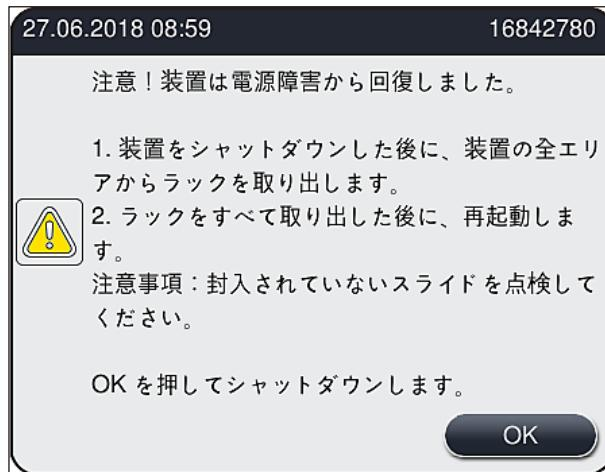

図 109
- 電源復旧後、装置は自動的に再起動します。電源障害の発生をオペレーターに知らせる情報メッセージ（→図109）が画面に表示され、イベントログにもそれが書き込まれます。
- ① 電源復旧後、装置は自動的に再起動します。警告音が鳴り、警告メッセージが画面に表示されます（→ 図109）。
続いて、情報メッセージ (→ 図 109) の指示に従い、スライドを装置から取り出します。